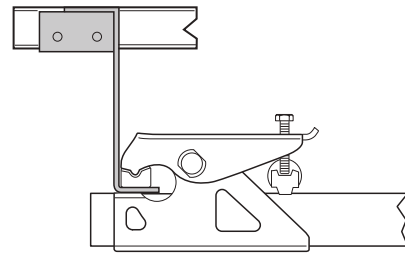

Abb. 20
- Für die Chassis Eriba Touring ist der Adaptersatz Eriba Touring zwingend erforderlich (Abb. 20).